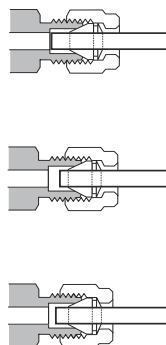

図 12 完成したフィッティング
- 10 図 12 には、正しくねじ込まれた接続と正しくねじ込まれていない接続の両方が示されています。正しくねじ込まれたフィッティングの配管の端は、破損しておらずまたフェラルの動作を妨げないことに注意してください。